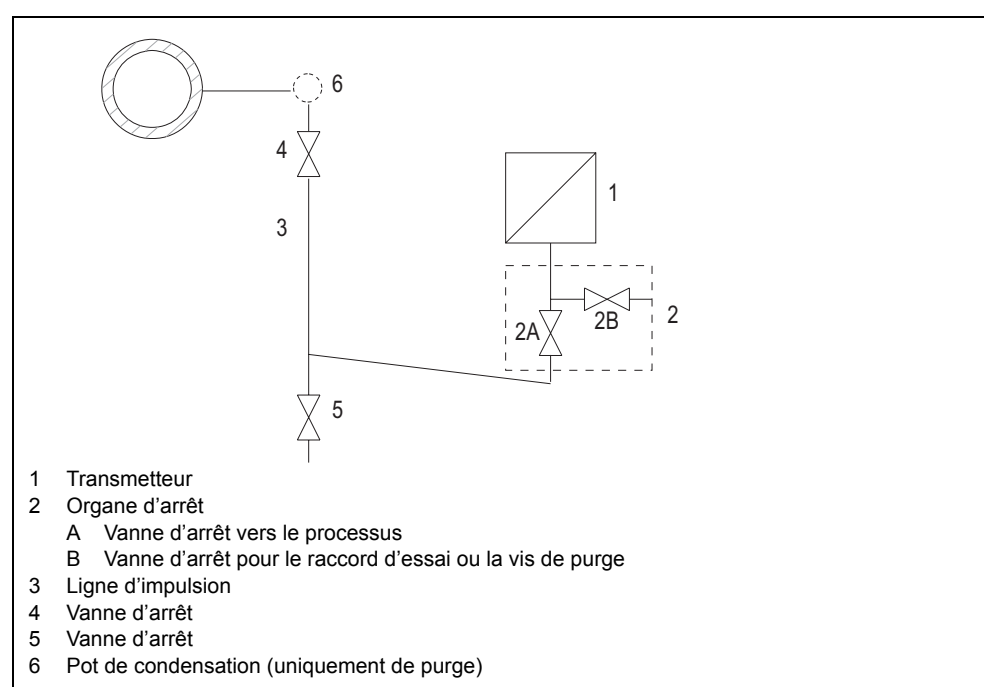

Figure 25 Mesure de vapeur
1. Ouvrez la vanne d'arrêt (2B, Figure 25, p. 49)
2. Appliquez au transmetteur la pression qui correspond au début de mesure par le raccord d'essai de l'organe d'arrêt (2).
5. Ouvrez la vanne d'arrêt (4) sur la tubulure de prise de pression.